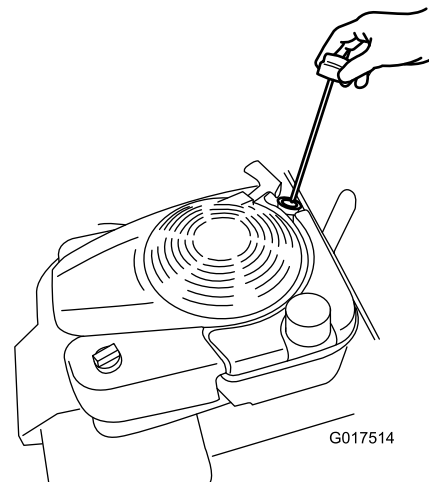

Bild 14
2. Ziehen Sie den Peilstab (Bild 14) heraus.